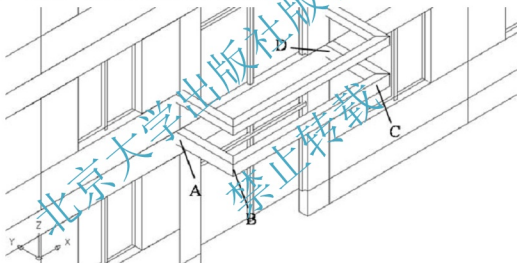

图 6.42 修改扶手的高度
- ① 在命令行无命令的状态下，选中复制生成的阳台扶手，则出现蓝色夹点。
- ② 执行菜单栏中的【修改】|【特性】命令，打开【对象特性管理器】对话框，将厚度由“300”修改为“200”，结果如图 6.42 所示。
- (1) 执行菜单栏中的【绘图】|【建模】|【网格】|【三维面】命令。
- (2) 在指定第一点或 **[不可见(I)]**: 提示下, 捕捉图 6.42 所示的端点 A。
- (3) 在指定第二点或 **[不可见(I)]**: 提示下, 捕捉图 6.42 所示的端点 B。
- (4) 在指定第三点或 **[不可见(I)]<退出>**: 提示下, 捕捉图 6.42 所示的端点 C。
- (5) 在指定第四点或 **[不可见(I)]<创建侧面>**: 提示下, 捕捉图 6.42 所示的端点 D。